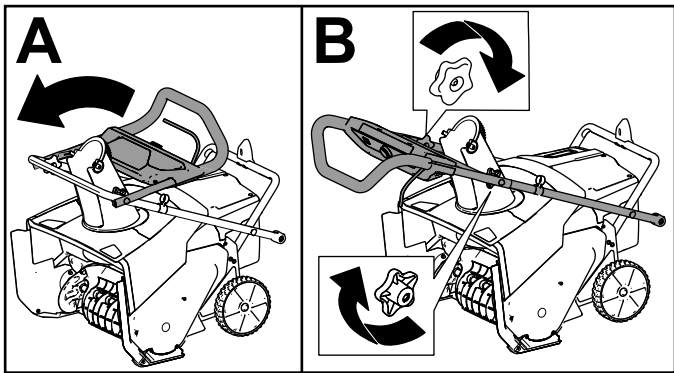

Bild 3
2. Klappen Sie den oberen Griff auf und lassen Sie die oberen Griffknöpfe einrasten (A in Bild 3).
3. Ziehen Sie die Griffknöpfe (B in Bild 3) fest.